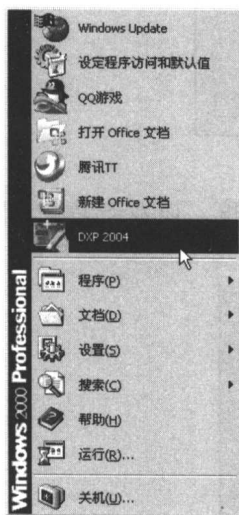

图 1.10 选择“DXP 2004”选项
(1) 单击计算机桌面下方的“开始”按钮, 在弹出的启动菜单中选择“DXP 2004”选项, 如图 1.10 所示, 即可启动 Protel DXP 2004。